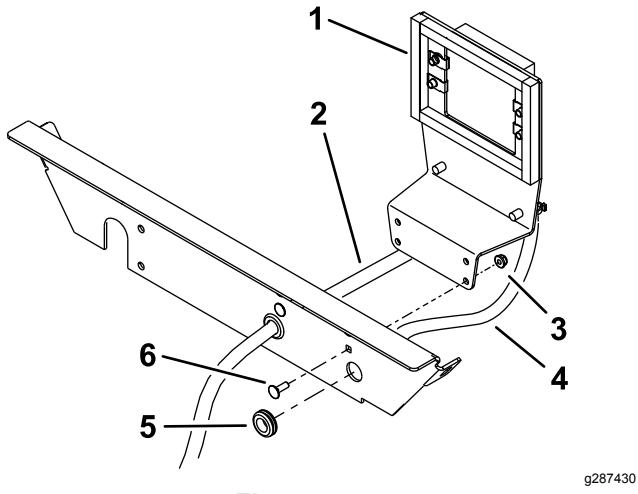

Figura 5
1. Montate i gommini nel supporto del radiatore (Figura 5).
2. Disponete i flessibili attraverso i gommini (Figura 5).